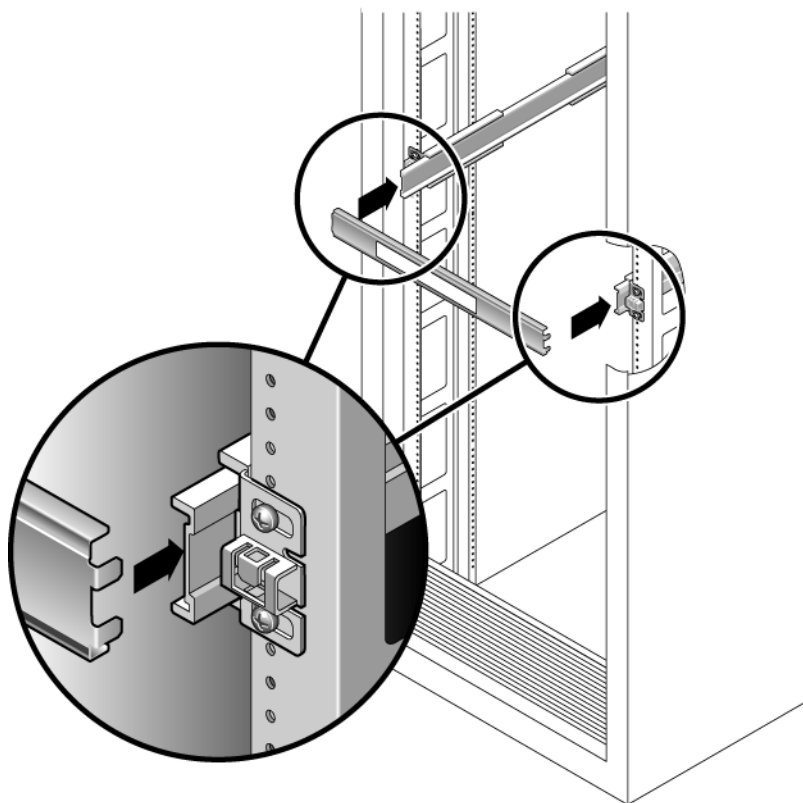

図 2-6 スライドレールの間隔ツールを使用したスライドレール間の間隔の調整
- a. ラックの前面で、左のレールの端にツールの左側を差し込みます (図 2-6)。